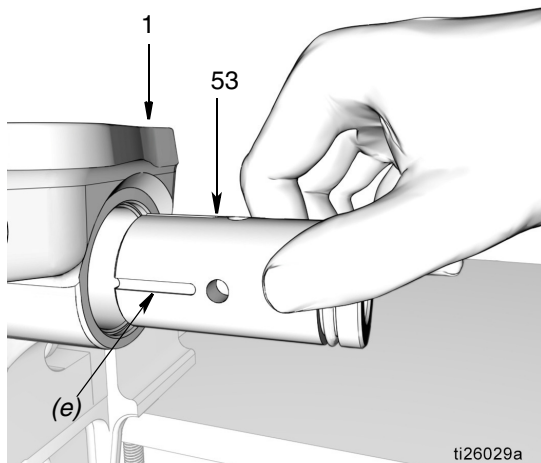

FIG. 44
- Monter le manchon de l'élément de pompe (53) dans la base de la pompe (1). Pour déterminer la bonne orientation d'installation, se reporter à la FIG. 44.